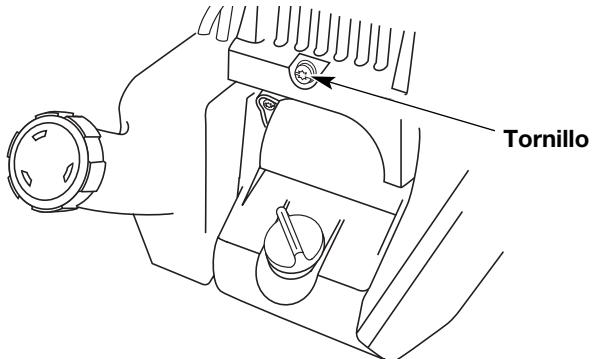

Fig. 26
- Saque el tornillo que está detrás de la cubierta del motor (Fig. 26).